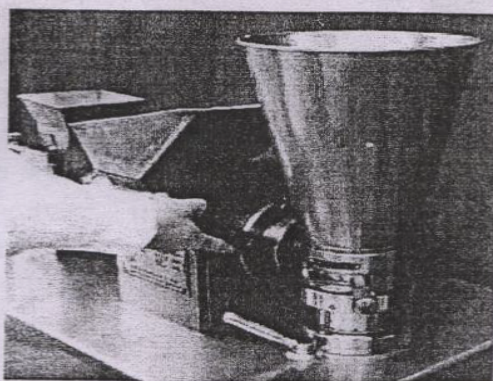

рис.7
для испытание на тестопленки без фарша. Проверять размер. и вес тестопленки пельменей. Регулировкой гайки(18) достигаются подходящие размер и вес(см.рис.7). Крутить гайку направо и увеличить объем теста, то пельмени увеличатся. Крутить налево и уменьшить объем,то пельмени уменьшатся.При непрерывности тестопленки (т.е. пельмени нерезаются отдельно) следует равномерно закручивать два крепежные болта(8) на определенную величину во избежание поломки формы. Надо обратить внимание на то, что все это надо делать при пусковом состоянии.